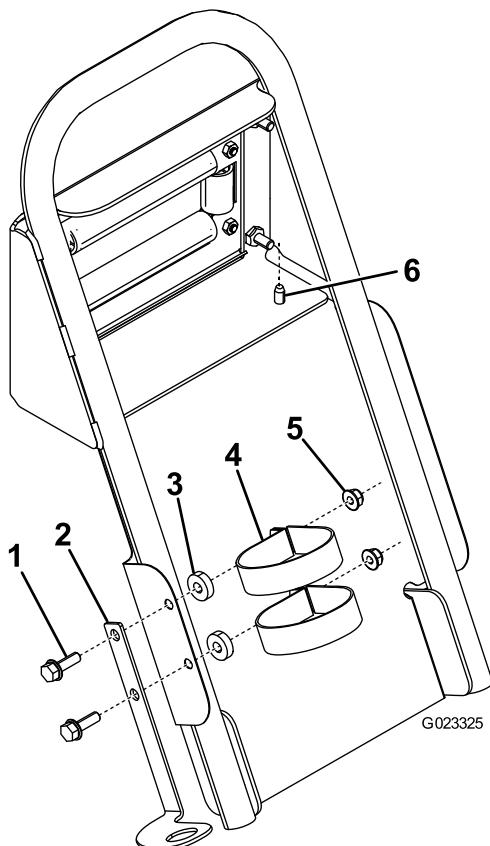

Figura 9
7. Sujete la parte superior del guardabarros al asa usando 2 tornillos autorroscantes (Figura 9).
- 8. Sujete el soporte de la pistola de fumigación al guardabarros, según se muestra en Figura 9.